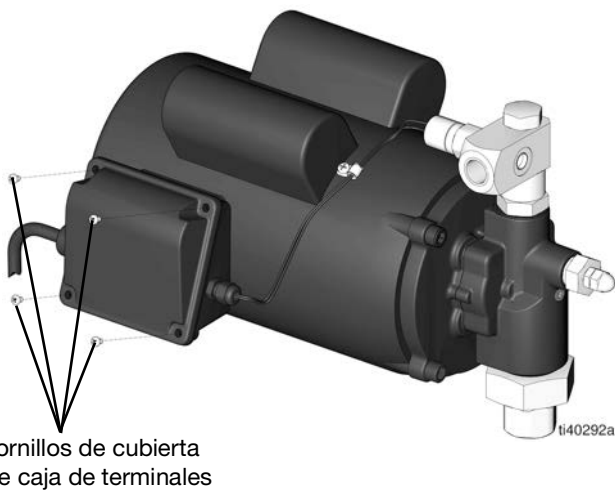

FIG. 22
5. Quite los cuatro tornillos de la cubierta de la caja de terminales (FIG. 22).
14. Ponga los cuatro tornillos de la cubierta de la caja de terminales y apriételos (consulte la FIG. 22).